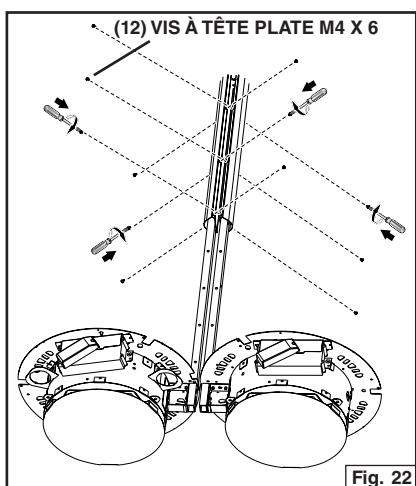
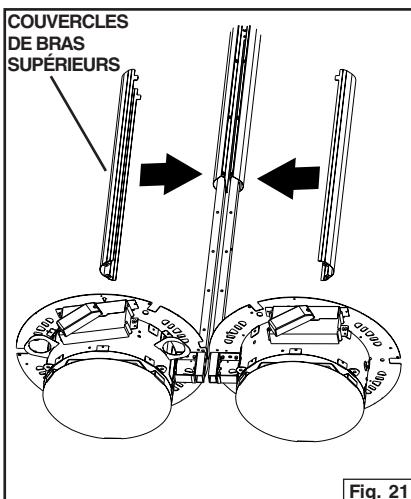

Fig. 22
Fig. 21
1. Fixez les (2) couvercles de bras supérieurs sur les brides supérieures avec (12) vis à tête plate M4 x 6. Enlevez la pellicule protectrice. Fig. 21 et Fig. 22.